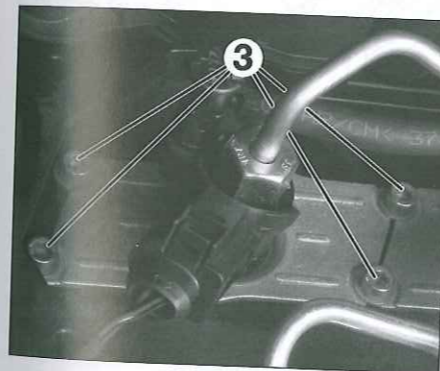

Fig. 37
- Desmontar los tornillos de fijación (3) de las tapas de los inyectores (Fig.37).